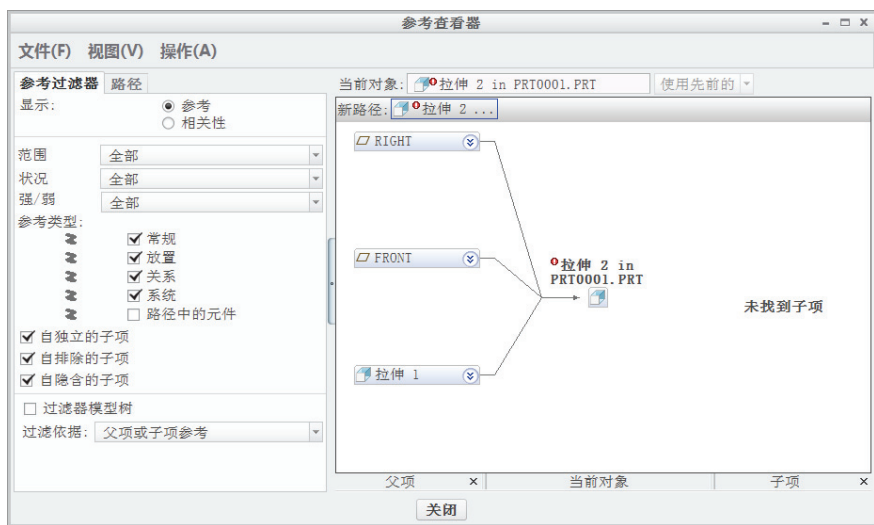

图 9-30 “参考查看器”对话框
- “显示参考”：打开图 9-30 所示的“参考查看器”对话框，其中列出当前特征的父项和子项。展开该特征，右击某个参考，然后从快捷菜单中选择“删除参考”或“信息”→“参考信息”命令。选定后，项目会在图形窗口中加亮显示。